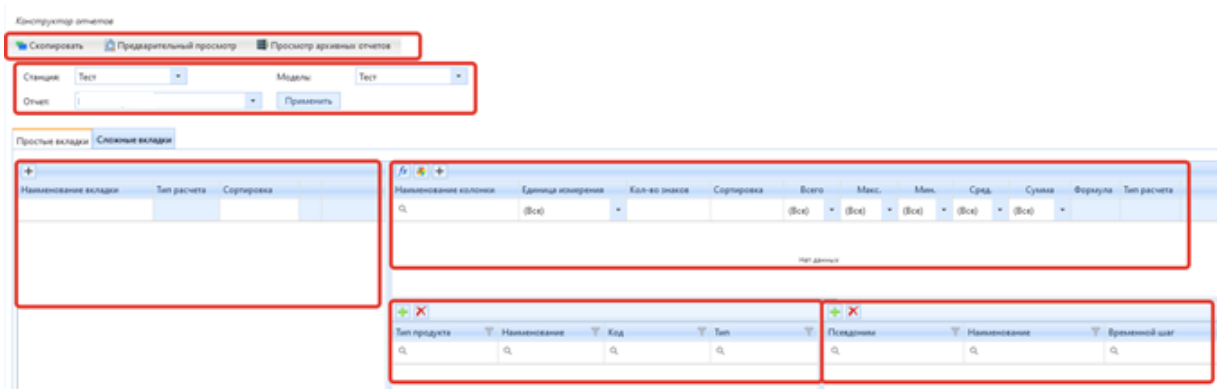
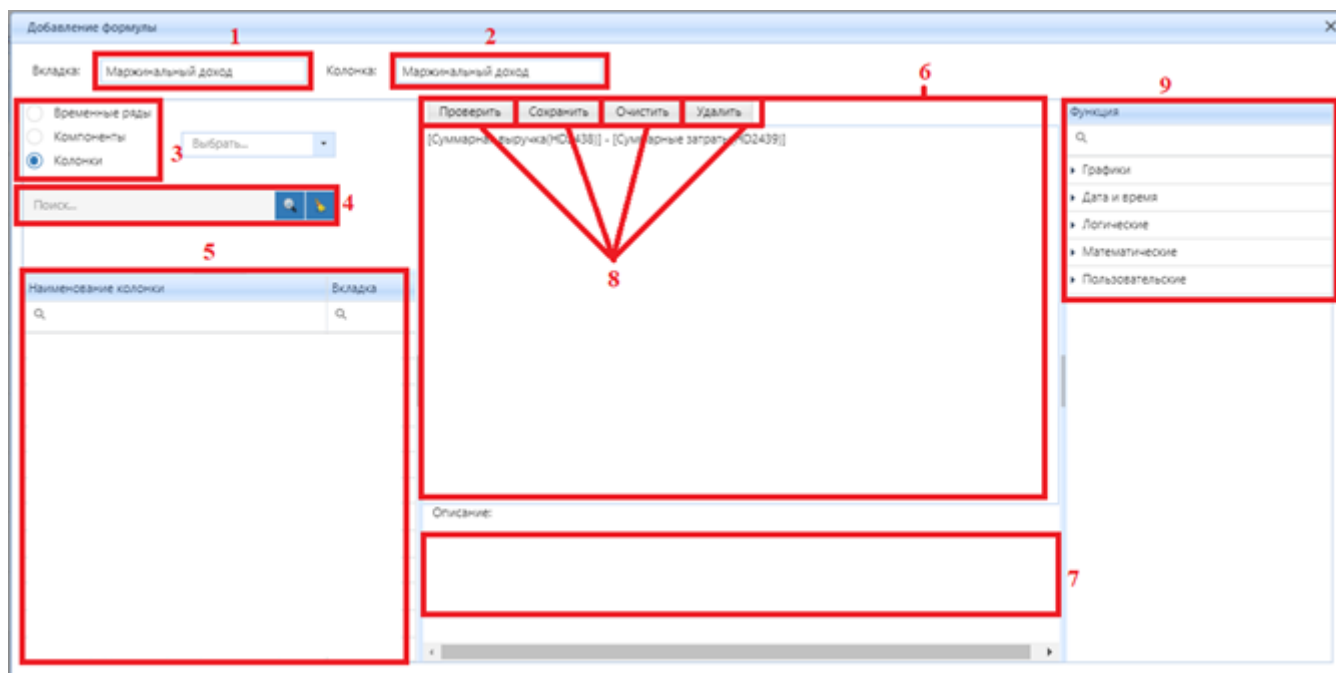

Рис. 42 – Окно подраздела «Конструктор отчетов», вкладка «Простые вкладки»
Рис. 47 – Окно «Добавление формулы»
Подраздел предназначен для утверждения формы отчета, редактирования формул и внесения изменений в форму отчета (рис. . 42).
Для начала работы с конструктором формы отчета выберите станцию и модель (рис. . 42), установите из списка необходимый отчет, в котором хотите внести изменения (рис. . 42), далее нажмите кнопку «Применить».
Преобразование параметра в колонке осуществляется для каждого типа расчета при помощи кнопки  (см. рис. . 42). После нажатия на нее появится всплывающее окно «Добавление формулы» (рис. . 47).
3. Блок 3 (рис. . 47) содержит чек бокс для выбора источника данных, участвующих в добавлении формулы (предусмотрена возможность при написании формулы использовать временные ряды, которые содержат в себе значения параметров, значения из компонентов модели, а также использовать другие колонки). При выборе источника данных из блока 3, в окне отображается блок 5 с соответствующими параметрами для создания формулы, для каждого источника данных используется свой набор параметров;
После заведения формулы для проверки корректности добавленной функции или логики рекомендуется нажать на кнопку «Проверить». Если формула заведена правильно (Система уведомит об этом по средством текстового сообщения), то для подтверждения внесенных данных нажмите на кнопку «Сохранить» (блок 8 на рис. . 47).
Кнопка  (рис. . 42) позволяет проверить и утвердить скорректированную форму отчета.
Кнопка  (рис. . 42) позволяет посмотреть ранее созданные формы отчетов.
Для копирования вкладки из других отчетов нажмите кнопку  (рис. . 42), в результате откроется окно «Копирование вкладок из других отчетов».